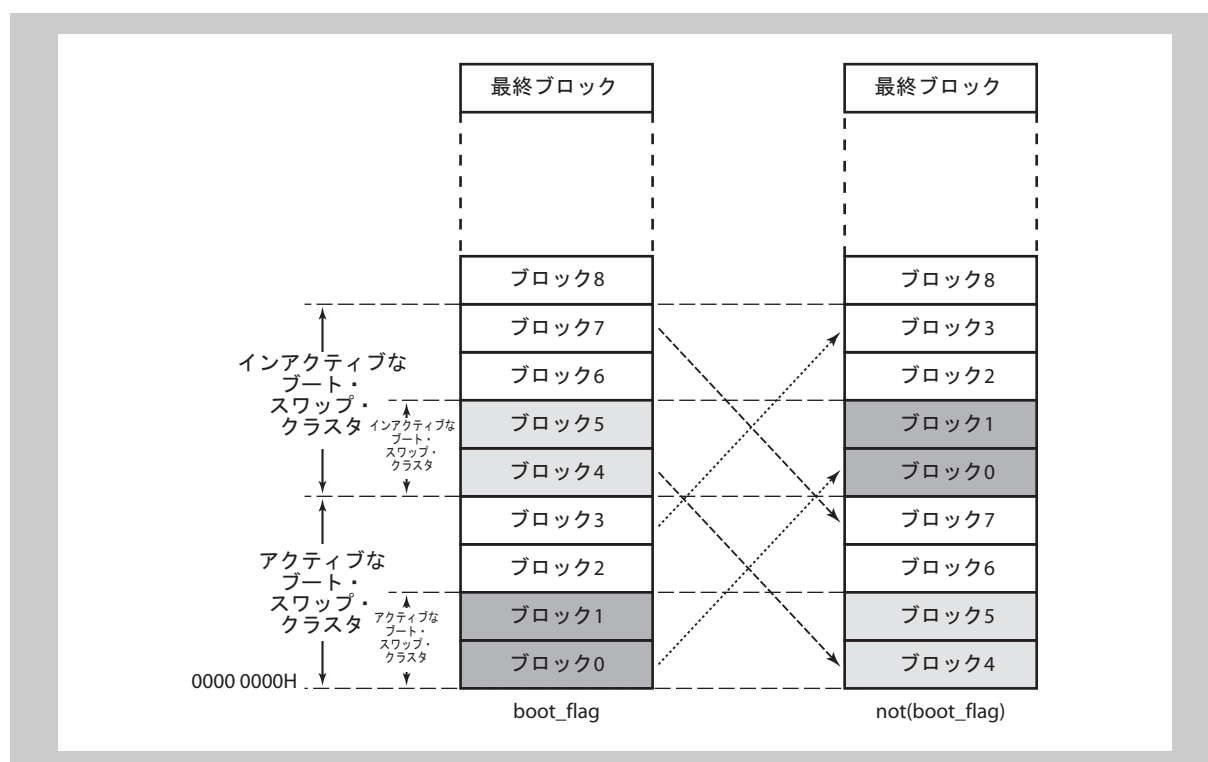

図 7-12 ブート・クラスタ・スワップ機能
**ブート・ブロック保護** ブート・ブロックの書き換えを禁止するには、フラッシュ・メモリ・プログラミング時にブート・クラスタ保護フラグを設定します。このフラグが設定されると、アクティブなブート・クラスタのブロックは消去もライトもできません。ブート・クラスタ・スワップもできません。ただし、アクティブなブート・クラスタのブロックだけが保護されます。図 7-12 「ブート・クラスタ・スワップ機能」の例では、たとえばブロック 0 と 1 の消去とライトは禁止されますが、ブロック 2 と 3 では許可されます。